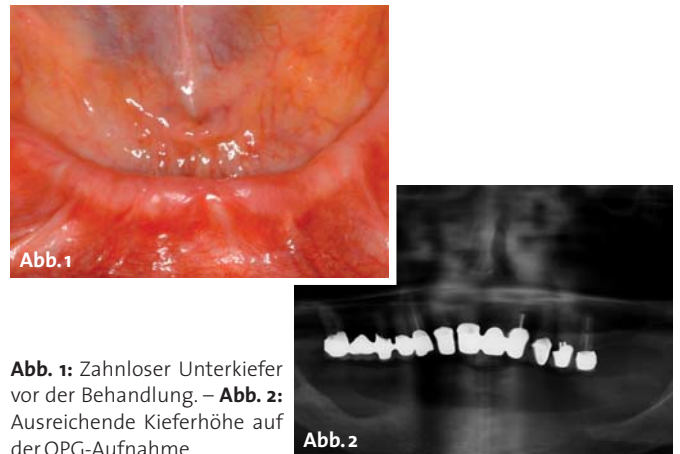

Abb. 1: Zahnloser Unterkiefer vor der Behandlung. – **Abb. 2:** Ausreichende Kieferhöhe auf der OPG-Aufnahme.
■ Die 81-jährige Patientin mit einem feststehend versorgtem Oberkiefer leidet stark unter der lockeren Prothese im zahnlosen Unterkiefer, für die es kaum Halt gibt (Abb. 1). Der Kieferkamm auf der OPG-Aufnahme scheint für eine Implantation gut geeignet zu sein (Abb. 2). Der Therapieplan sieht im ersten Schritt die Herstellung der SOS-Schablone vor und in einem zweiten Schritt die Implantation mit anschließender Osteoplastik mit Augmentation und der direkt definitiven Versorgung.